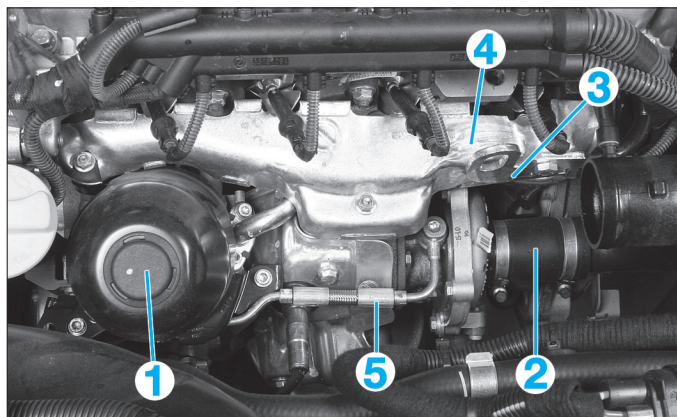

Fig. 40
- Déposer (Fig.40) :
- la tôle calorifique (1) du boîtier de filtre à huile,
- le tuyau d'air de suralimentation (2),
- l'anneau de levage du moteur (3),
- la tôle calorifique du collecteur d'échappement (4),
- la conduite d'arrivée d'huile (5).